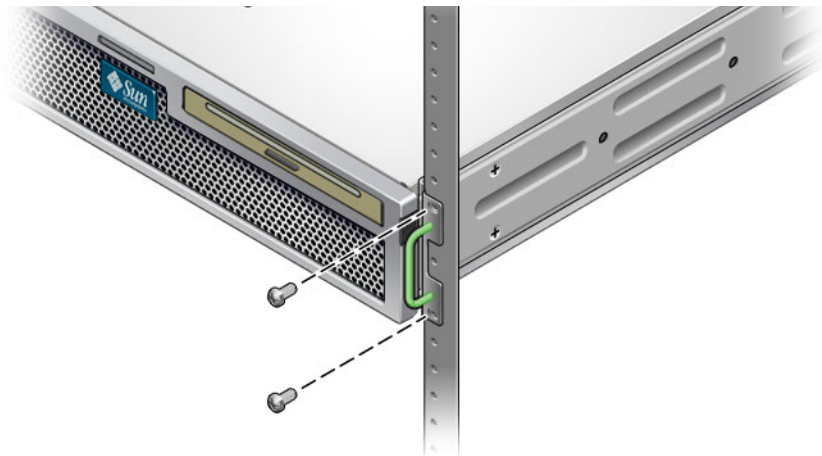

图 3-4 将服务器的前部固定到机架上
7. 使用螺丝（每侧使用两颗），将安装在服务器侧面的固定式装配托架的前部固定到机架的前部（图 3-4）。